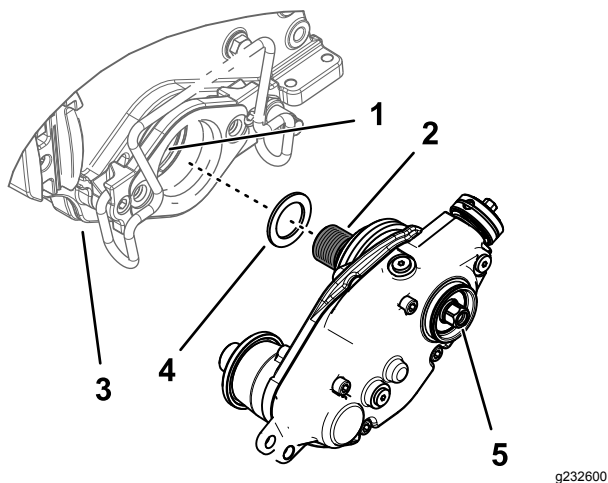

Figura 13
- Per una scatola di trasmissione del groomer montata sul lato sinistro dell'apparato di taglio, montate la rondella di spessore sulle filettature dell'adattatore nero del cilindro (Figura 13).
- Fissate la scatola di trasmissione del groomer sull'albero del cilindro (Figura 13).
- Mentre il cilindro è fermato, serrate la testa esagonale dell'albero della scatola ingranaggi tra 135 e 150 N·m; fate riferimento a Figura 13.